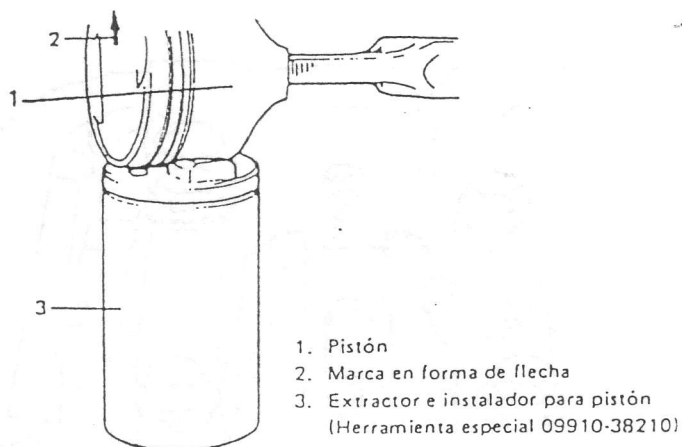
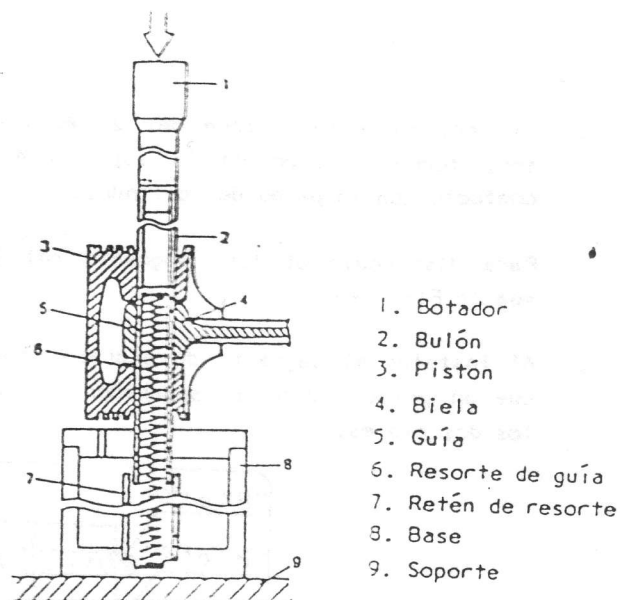

Fig. 3-6-13 Instalación del pistón en la herramienta especial
Fig. 3-6-14 Instalación del bulón
(2) Coloque el pistón en el extractor e instalador para pistón (herramienta especial) de la manera indicada en la Fig. 3-6-13, e introduzca el bulón en el pistón y en la biela. (Fig. 3-6-14).